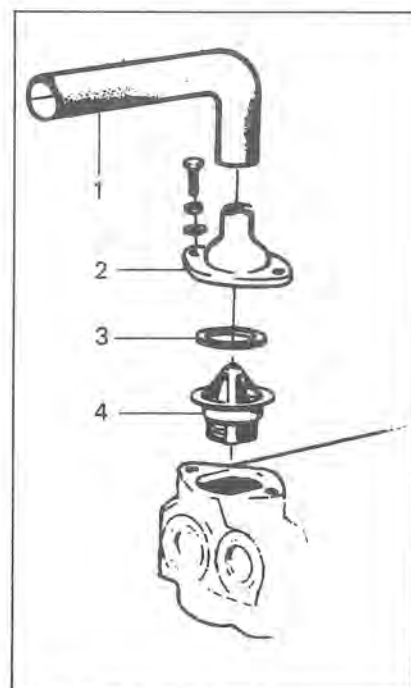

Fig. 1 Termostat
2. Sätt termostaten på plats, för B18, B20 sedan du först monterat packningen (gummiringen) på termostatens fläns. (fig 1)